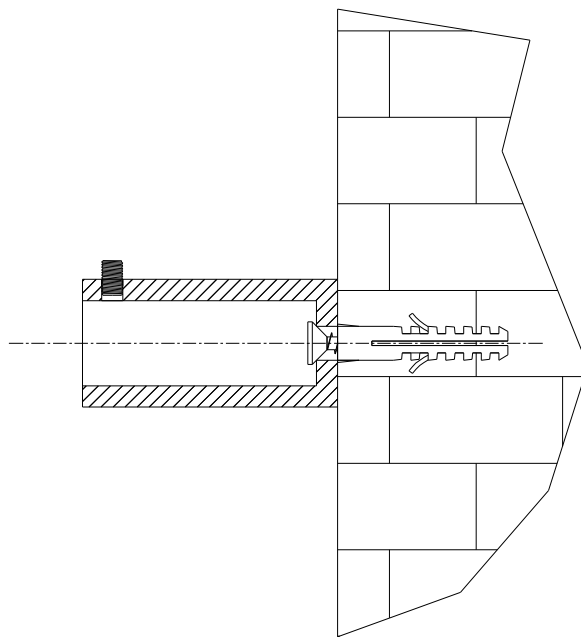

Fig. 4
**3.6** Terminati i collegamenti idraulici chiudere “a porta” il radiatore contro la parete e fissare il perno nel cilindro di chiusura mediante la vite a brugola già montata nel cilindro come da Fig. 4.
**3.6** Having completed the hydraulic connections, close the radiator against the wall in “door-like” fashion, and secure the pin to the closing cylinder with the Allen screw already mounted in the cylinder as shown in fig. 4.